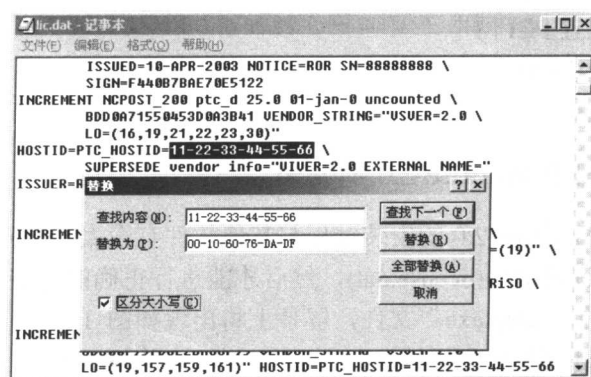

图 1.3 替换字符
(3) 将 CD1 光盘中的“CRACK”目录拷贝到硬盘上，用 Windows 2000 自带的“记事本”程序打开“CRACK”目录下的“license.dat”文件，然后选择“编辑”→“替换”命令，在打开的“替换”对话框中用上一步得到的“PTC HostID”替换文件中的“11-22-33-44-55-66”，单击“全部替换”按钮并存盘，如图 1.3 所示。